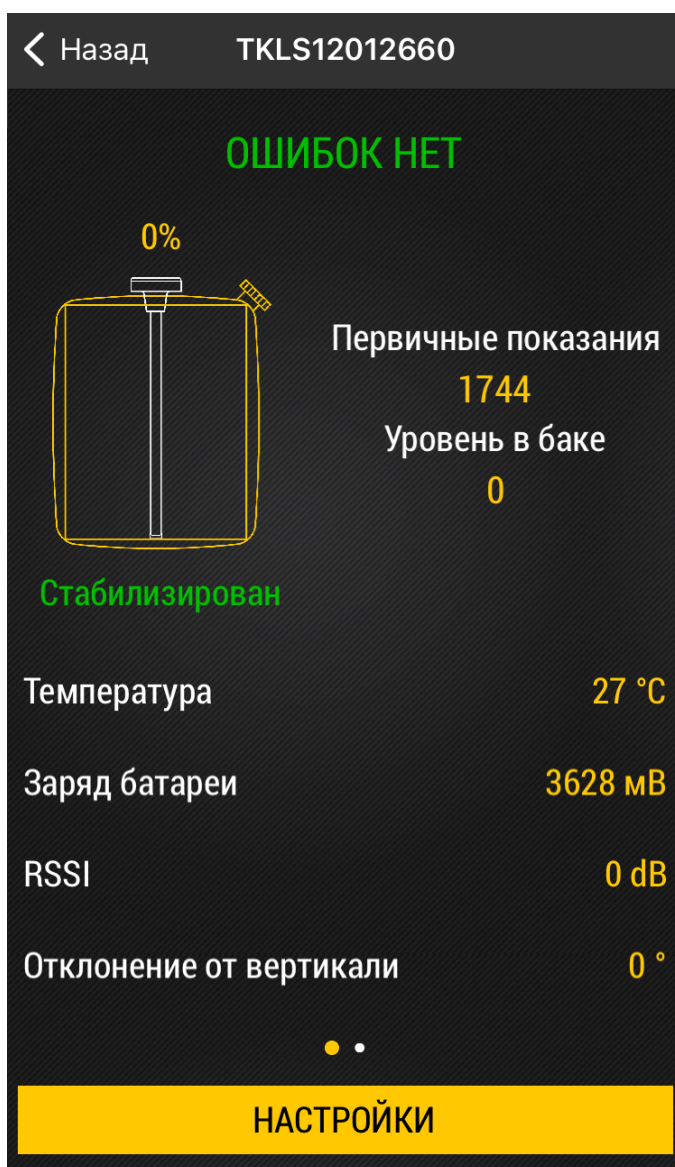

Рис.13. Рабочий экран.
- Далее будет выполнен переход в персональное окно датчика (Рис.13). Нажмите кнопку «Настройки» для конфигурирования датчика. Если подключение датчика к мобильному устройству выполняется впервые или пароль датчика не совпадает с сохраненным в мобильном устройстве, то перед изменением режима работы датчика, приложение попросит ввести его пароль.